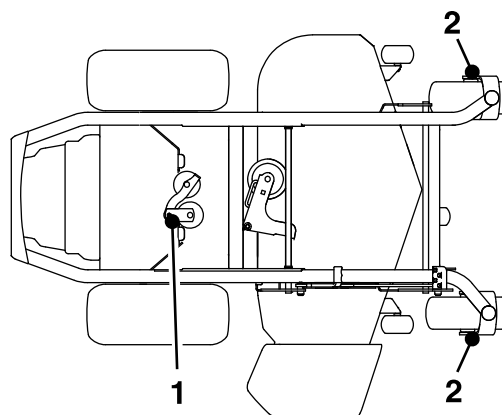

Figura 43
4. Engrase el pivote de la polea tensora de la bomba con una o dos aplicaciones de grasa (Figura 43).
5. Engrase los ejes de las ruedas giratorias delanteras (Figura 43).